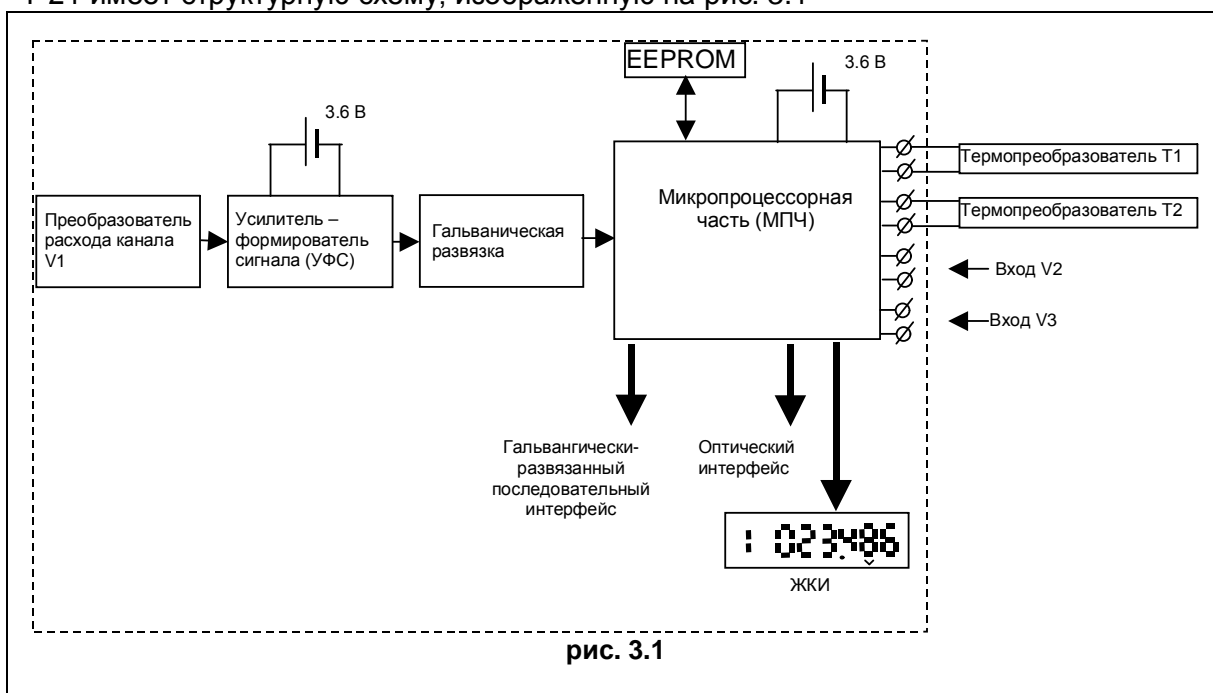

рис. 3.1
- 3.1 Т-21 имеет структурную схему, изображенную на рис. 3.1